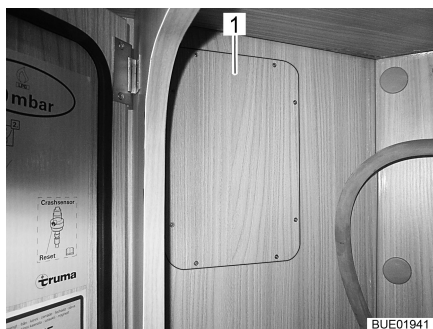

Fig. 82 Accès aux feux arrière, gauche (600)
- Retirer le couvercle (Fig. 82,1). Le couvercle est fixé avec des vis à fentes en croix. Le couvercle se trouve dans le compartiment à gaz.